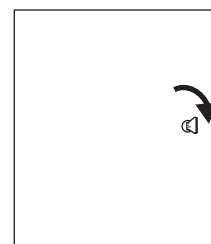

図4
- ③ 最後に後扉のカギを右に回し扉を閉めます (図4)
- ④ オープンに戻しロックを解除してください。表扉のインジケーターが緑になっていることを確認してください。